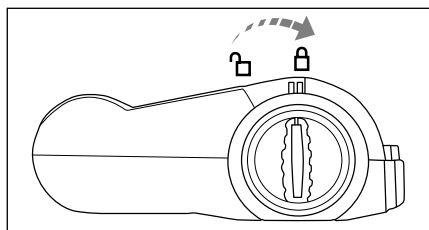

Fig. 9
- 4) Îndepărtați murdăria (pe ambele părți ale perilor) și curățați peria rotativă ⑬. În acest scop folosiți o lavetă umedă și ștergeți mâ-nunchiurile individuale de peri dinspre interior spre exterior. Tăiați părul lung sau firele cu o foarfecă și scoateți-le apoi de pe peri.
- 5) Așezați peria rotativă ⑬ în duza pentru pardoseală ⑩ și rotiți dispozitivul de deblocare a periei rotative ⑰ în direcția simbolului □ (închis) (fig. 9).